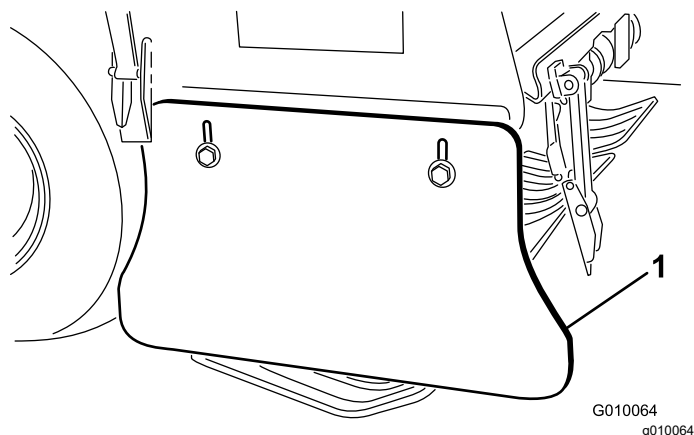

Figure 172
2. Desserrez les vis et les contre-écrous à embase qui fixent le déflecteur latéral au cadre de la tête d'aération (Figure 172).